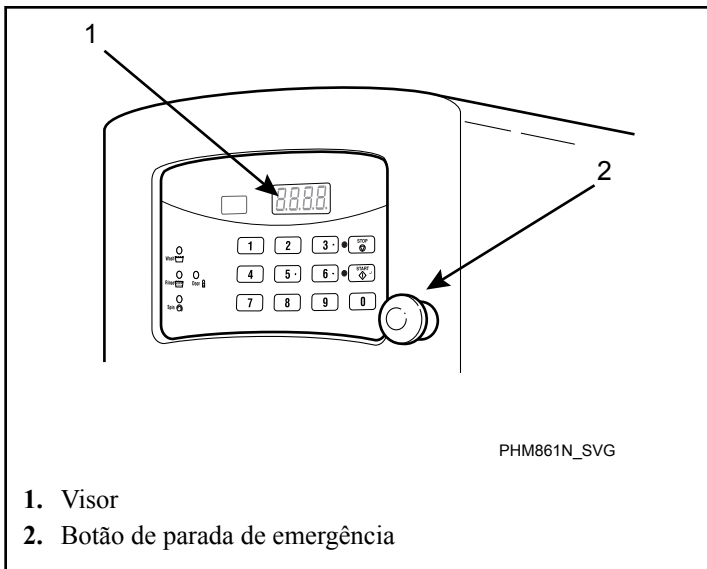

Figura 39
9. Deve-se apertar o botão de parada de emergência (consultar *Figura 39*) para interromper a operação da máquina quando houver alguma condição insegura de funcionamento.